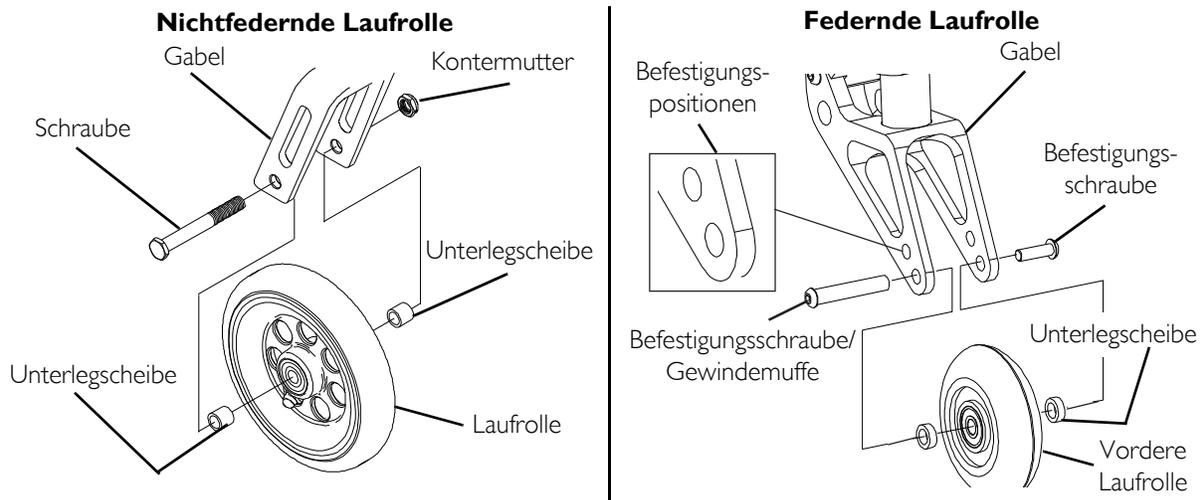

ABBILDUNG 5.20 Auswechseln/Einstellen der Laufrollen
HINWEIS: Nähere Angaben zu diesem Verfahren finden Sie in ABBILDUNG 5.20 auf Seite 56.
- iii. Installieren Sie die Befestigungsschraube/Gewindemuffe-Baugruppe erneut, indem Sie sie durch die Gabel, vordere Laufrolle und zwei Unterlegscheiben schieben. Siehe ABBILDUNG 5.20 zur Übersicht der Bauteile.